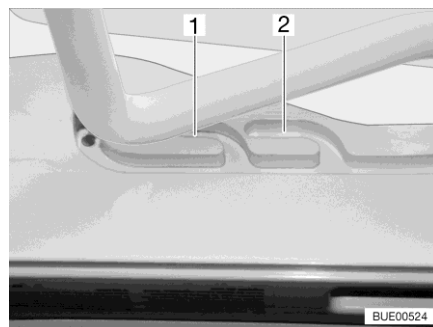
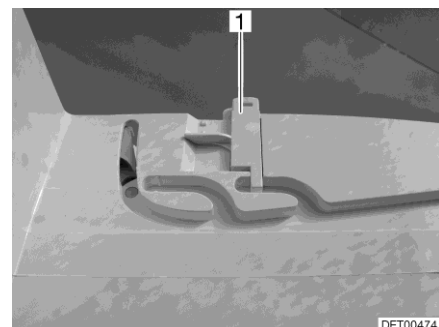

Bild 109 Spår (ventilationsläge)
Bild 110 Lås (ventilationsläge)
Heki-takluckan kan ställas i två ventilationslägen: Läget för dåligt väder (Bild 109,1) och mittläget (Bild 109,2). Beroende på modell kan takluckan låsas i mittläget med de båda spärrarna (Bild 110,1) till höger och vänster om ramen till takluckan.
- Tryck bygeln lätt uppåt och skjut in den i det valda spåret (Bild 109,1 eller 2) och lås eventuellt.